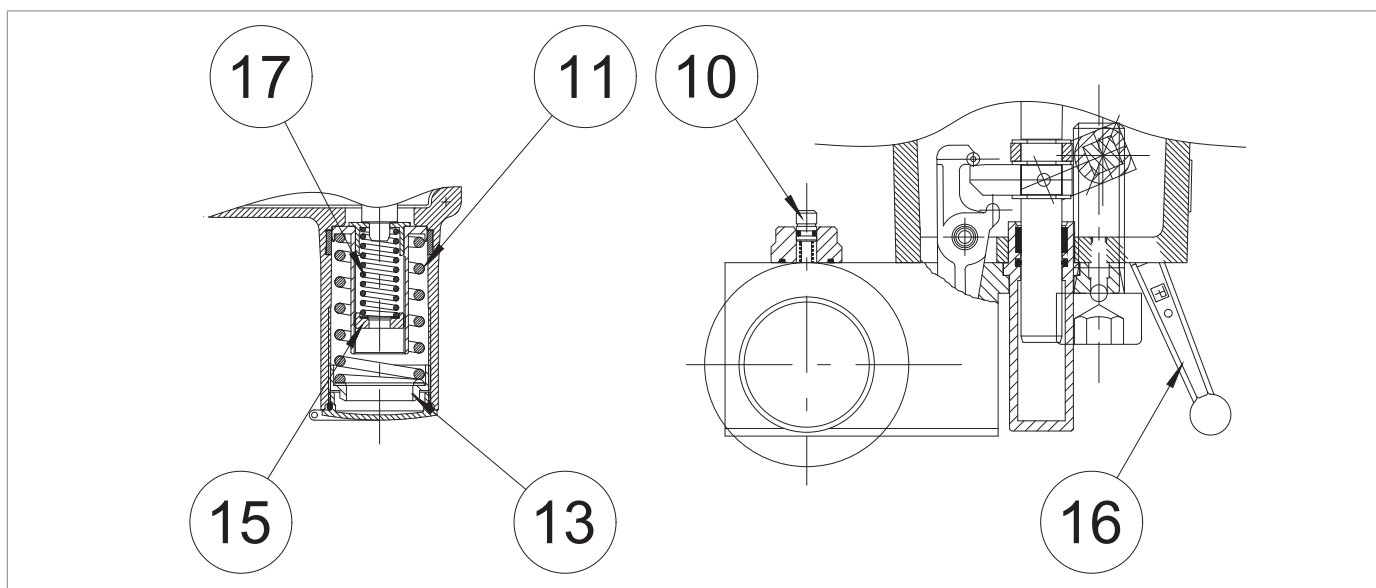

Fig. 8.38. Presostatos modelos 102M/102MH a 105M/105MH
2	<p>Compruebe que la válvula de bloqueo está en posición cerrada.</p> <p>¡ATENCIÓN!</p> <p>Si la válvula de bloqueo está en posición abierta, ciérrela mediante el botón manual (Fig. 8.38, ref.10).</p>